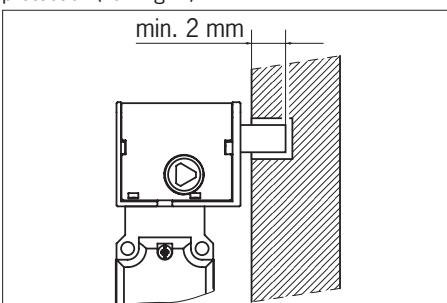

Fig. 1 : Interrupteur de sécurité TK avec interverrouillage
L'activation de l'interverrouillage provoque la sortie du doigt de verrouillage. L'interverrouillage se réalise lorsque le doigt de verrouillage s'insère par exemple dans un renforcement sur le cadre de la porte de protection (voir Fig. 1).
- Le recouvrement du doigt de verrouillage doit être au minimum de 2 mm (voir Fig. 1).